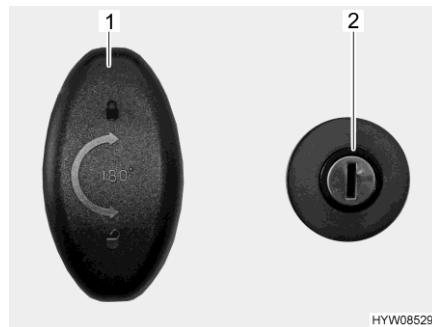

Bild 51 Tüschloss (Garagentür)
Öffnen: ■ Schlüssel in Schließzylinder (Bild 51,2) stecken und im Uhrzeigersinn drehen. Die Zentralverriegelung ist entriegelt.
■ Schloßgriff (Bild 51,1) eine halbe Umdrehung im Uhrzeigersinn drehen und Garagentür öffnen.
■ Schloßgriff (Bild 51,1) eine halbe Umdrehung entgegen dem Uhrzeigersinn drehen.
■ Schlüssel in Schließzylinder (Bild 51,2) stecken und entgegen dem Uhrzeigersinn drehen. Die Zentralverriegelung ist verriegelt.